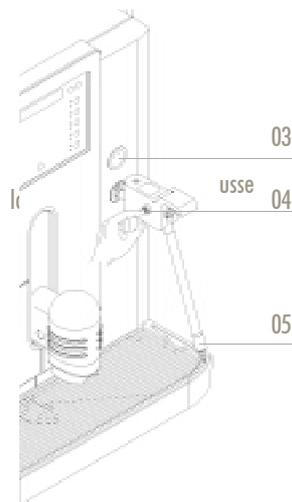

Figure 5
1. Pour produire de la mousse lait, poussez la vis (fig. 5, rep. 04) vers la droite en position mousse. Pour lait chaud, la vis doit être poussée vers la gauche.
2. Poussez sur la touche VAPEUR (fig. 5, rep. 03) et attendez un court moment jusqu'à ce que l'eau de condensation se soit écoulée. On interrompt le processus en appuyant de nouveau sur la touche.